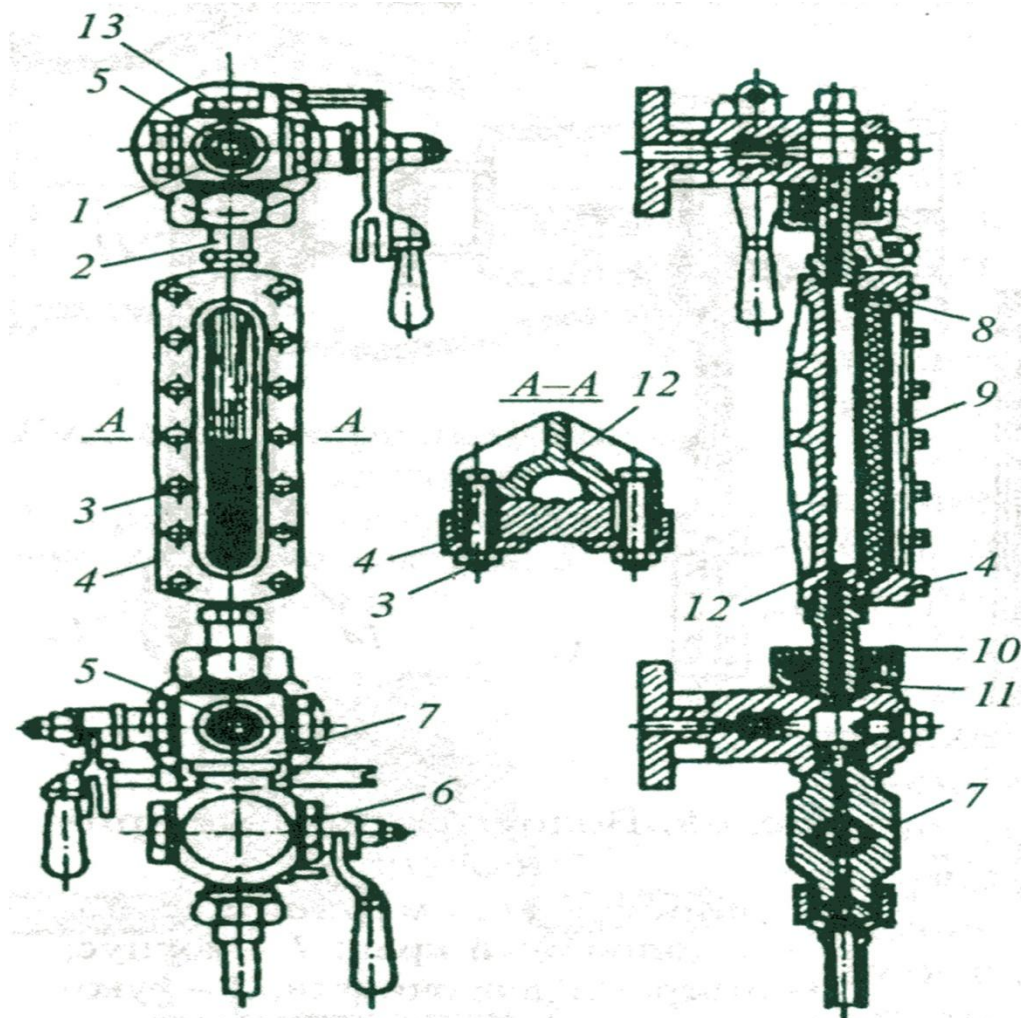

Рис. 50. Водоуказательный прибор со стеклом «Клингер»:
- Плоское стекло может быть гладким или рифленным. Рифленное стекло «Клингер» (рис. 50) с внутренней стороны имеет вертикальные призматические канавки, а с внешней стороны отполировано. В таком стекле вода кажется темной, а пар светлым. Рифленное стекло выпускается с 1-го по 9-й номер длиной 115- 340 мм, а гладкое - шести номеров - 140-340 мм. Если при работе парового котла краны водоуказательного прибора не загрязнены, то уровень воды в нем слегка колеблется.